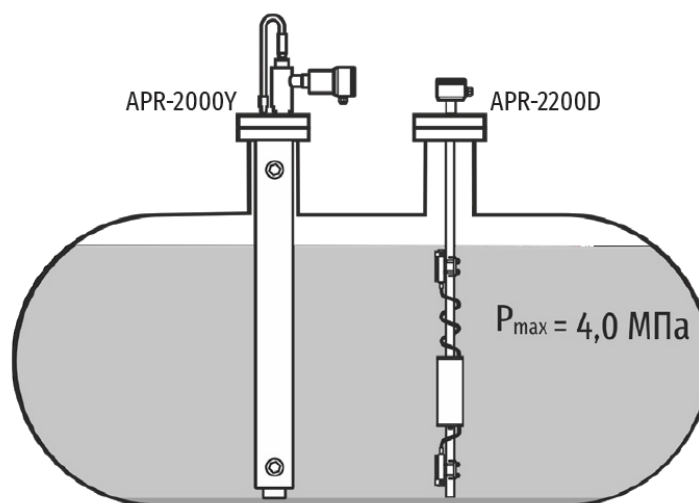

Рисунок 6 – Схема установки преобразователей APR-2000Y и APR-2200D
2.2.16 Гидростатический уровнемер APR-2000Y устанавливается строго вертикально на ответный фланец, закрепленный на емкости (минимальный номинальный диаметр фланца – DN100) таким образом, чтобы нижняя измерительная часть была выше уровня возможного осадка в емкости от 5 до 10 см (рисунок 6). Длина монтажной трубы определяется конфигурацией емкости, максимальный диапазон измерения – 6 м, минимальный – 600 мм.
2.2.17 Гидростатический плотномер APR-2200D устанавливается вертикально на ответный фланец минимальным номинальным диаметром DN100 (рисунок 6). Длина монтажной трубы - от 0,8 до 6 м. Необходимым условием работы гидростатического плотномера является постоянное нахождение обоих разделителей в измеряемой среде.